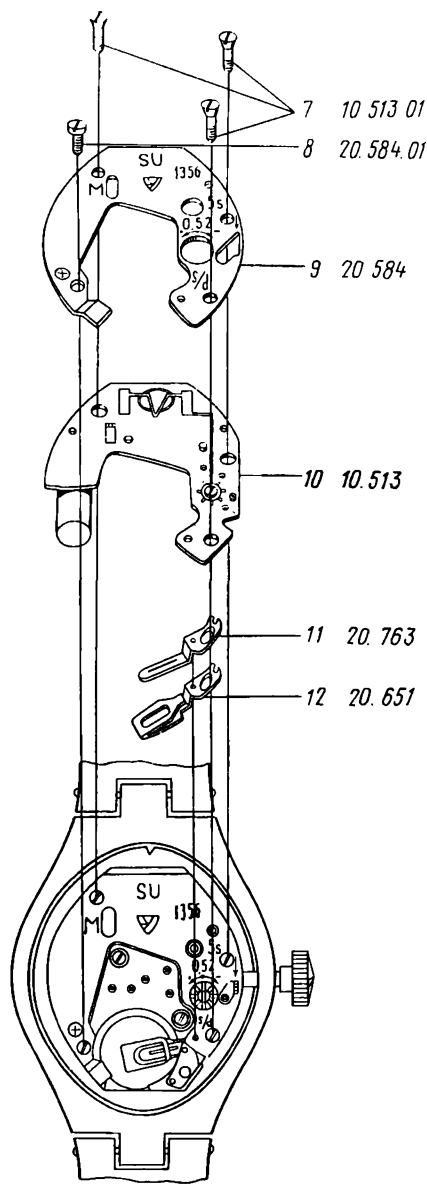

Рис. 21
8. Отвернуть и снять винты блока кварцевого генератора 7 (рис. 21)